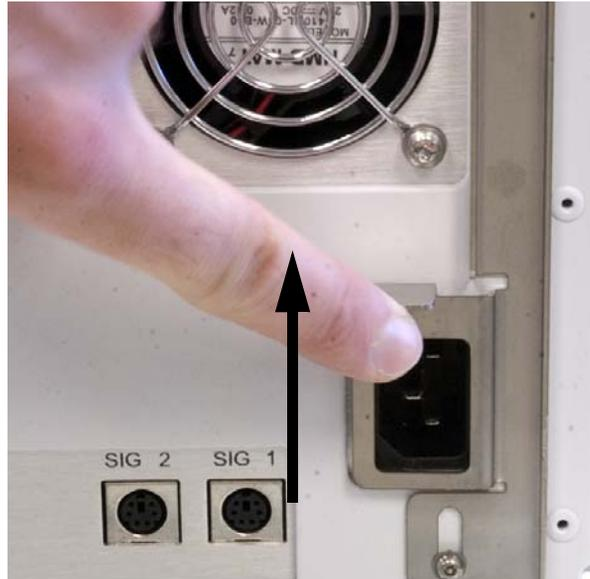

Abb. 3 Netzkabelbuchse
- 6 Heben Sie die Sicherheitshalterung an und schließen Sie das Netzkabel an der Rückseite der Grundplatte an (Abb. 3).